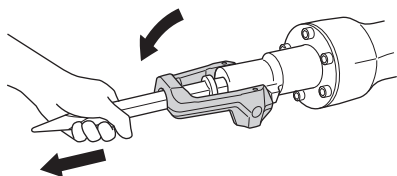

Fig. 4
- (3) Fixer l'accessoire en place en amenant la retenue sur la position de serrage. Pour s'assurer que l'accessoire est monté correctement, tirer dessus (Fig. 4)